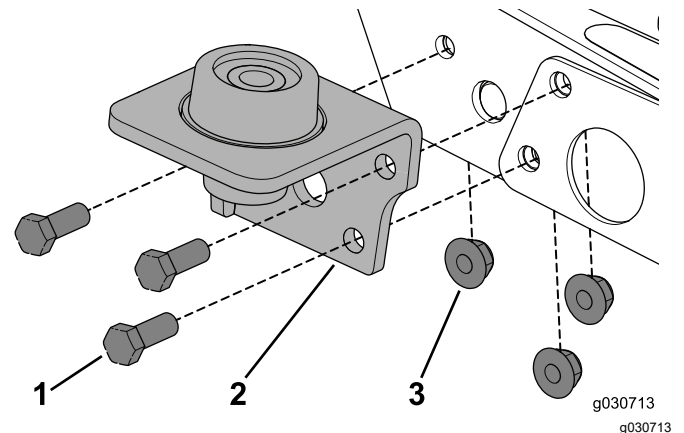

Figure 18
1. Retirez les fixations existantes et utilisez les 3 boulons ($\frac{3}{8}$ " x 1") et écrous à embase pour fixer le support à la machine (Figure 18).